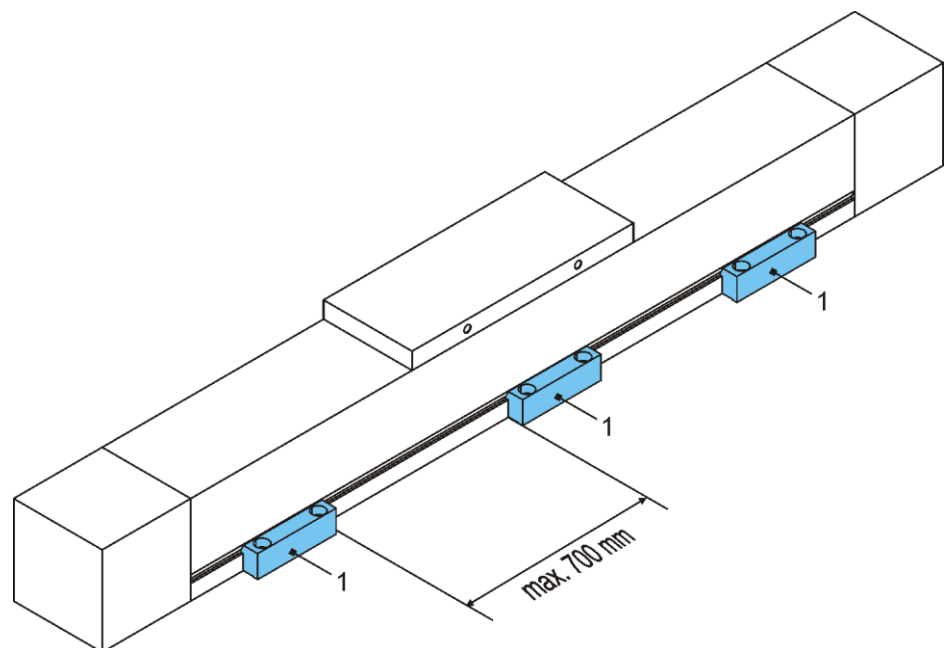

Bild 2: Befestigungsleisten(1)
1. Die Befestigungsleisten (1) lose an der Position befestigen (Bild 2).
3. Die Befestigungsleisten (1) festschrauben (Anziehdrehmomente siehe Kap. 3).